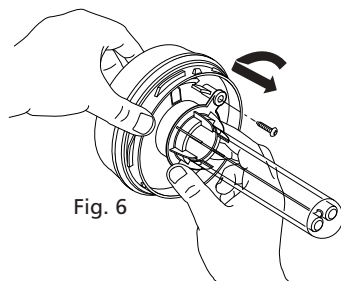

Fig. 6
- 3.6 **Uwaga:** urządzenie musi być uziemione. Jest bardzo ważne, aby podłączenia dokonać zgodnie z poniższą instrukcją (patrz rys. 6). BRAZOWY przewód należy podłączyć do końcówki „gorącej (pod napięciem), oznaczonej literą „L” NIEBIESKI przewód należy podłączyć do końcówki zerowej, oznaczonej literą „N”
- ii) W podobny sposób wyjąć tuleję kwarcową tj. wyjąć wkręt mocujący, przekręcić w lewo plastikową oprawę i wyciągnąć tuleję z korpusu (patrz rys. 6).